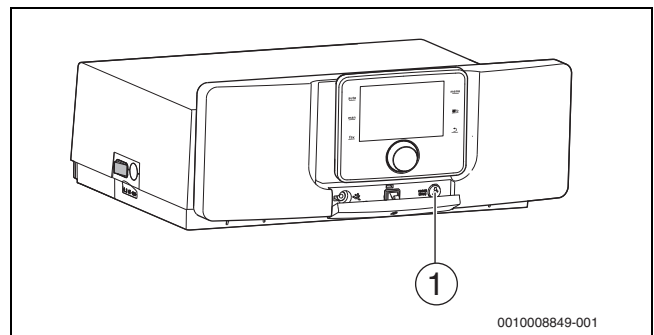
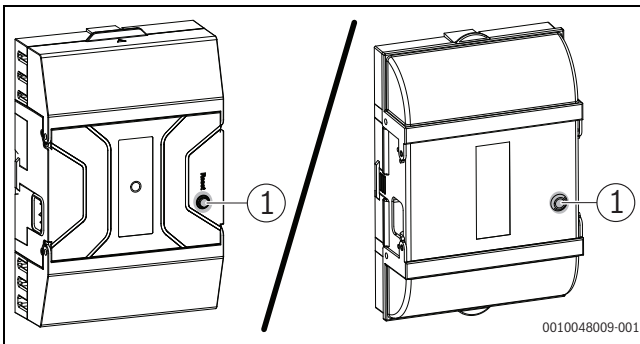

Bild 21 Schornsteinfeger-, Reset- und Notbetrieb-Taste an der Bedieneinheit
Bild 22 Reset-Taste am Feuerungsautomat
- ▶ Zum Entriegeln Taste reset am Regelgerät (→ Bild 21) oder am Feuerungsautomat (→ Bild 22) drücken.
Da der Brenner werkseitig im Störungszustand ausgeliefert wird, müssen Sie den Brenner vor der ersten Inbetriebnahme entstören, indem Sie die Reset-Taste (→ Bild 21) drücken. Oder Reset-Taste am Feuerungsautomat drücken (wie folgt beschrieben).
- ▶ Um die Abgastest-Funktion an der Bedieneinheit aufzurufen, Schornsteinfeger-Taste drücken (→Bild 21). Im Display erscheint das Symbol . Der Brenner startet.